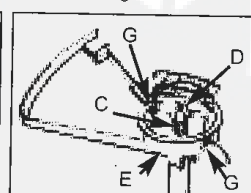

Fig. 9E
7. Führen Sie die Feder (C) über die Spindel (D) und fädeln Sie die Fadenenden durch die Ösen (G) im Gehäuse (E) (Fig. 9E).
8. Führen Sie die Spule ins Gehäuse (E) während Sie die Fadenenden durch die Öse (G) ziehen. Stellen Sie sicher, dass die Feder richtig zu Spule und Gehäuse positioniert ist (Fig. 9E).